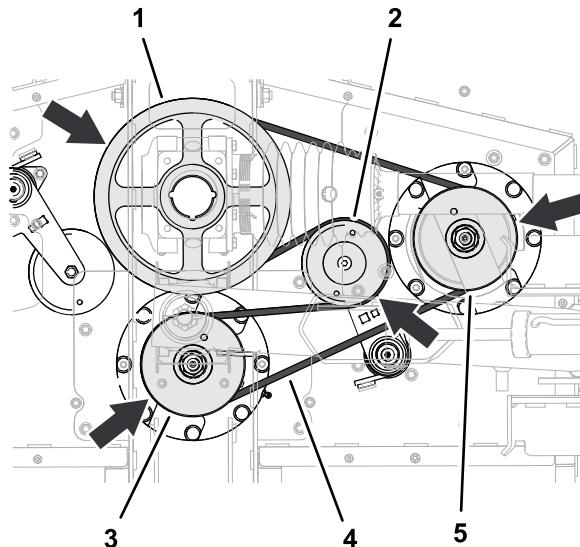

Figure 68
- Acheminez la longue courroie autour de la poulie d' entraînement, dans la gorge supérieure de la poulie d'axe central, et autour de la poulie d'axe droit (Figure 68).
- Au moyen d'une barre de levier ou d'un outil similaire, faites tourner le tendeur de courroie dans le sens antihoraire et chaussez la courroie sur la poulie de tendeur (Figure 68).